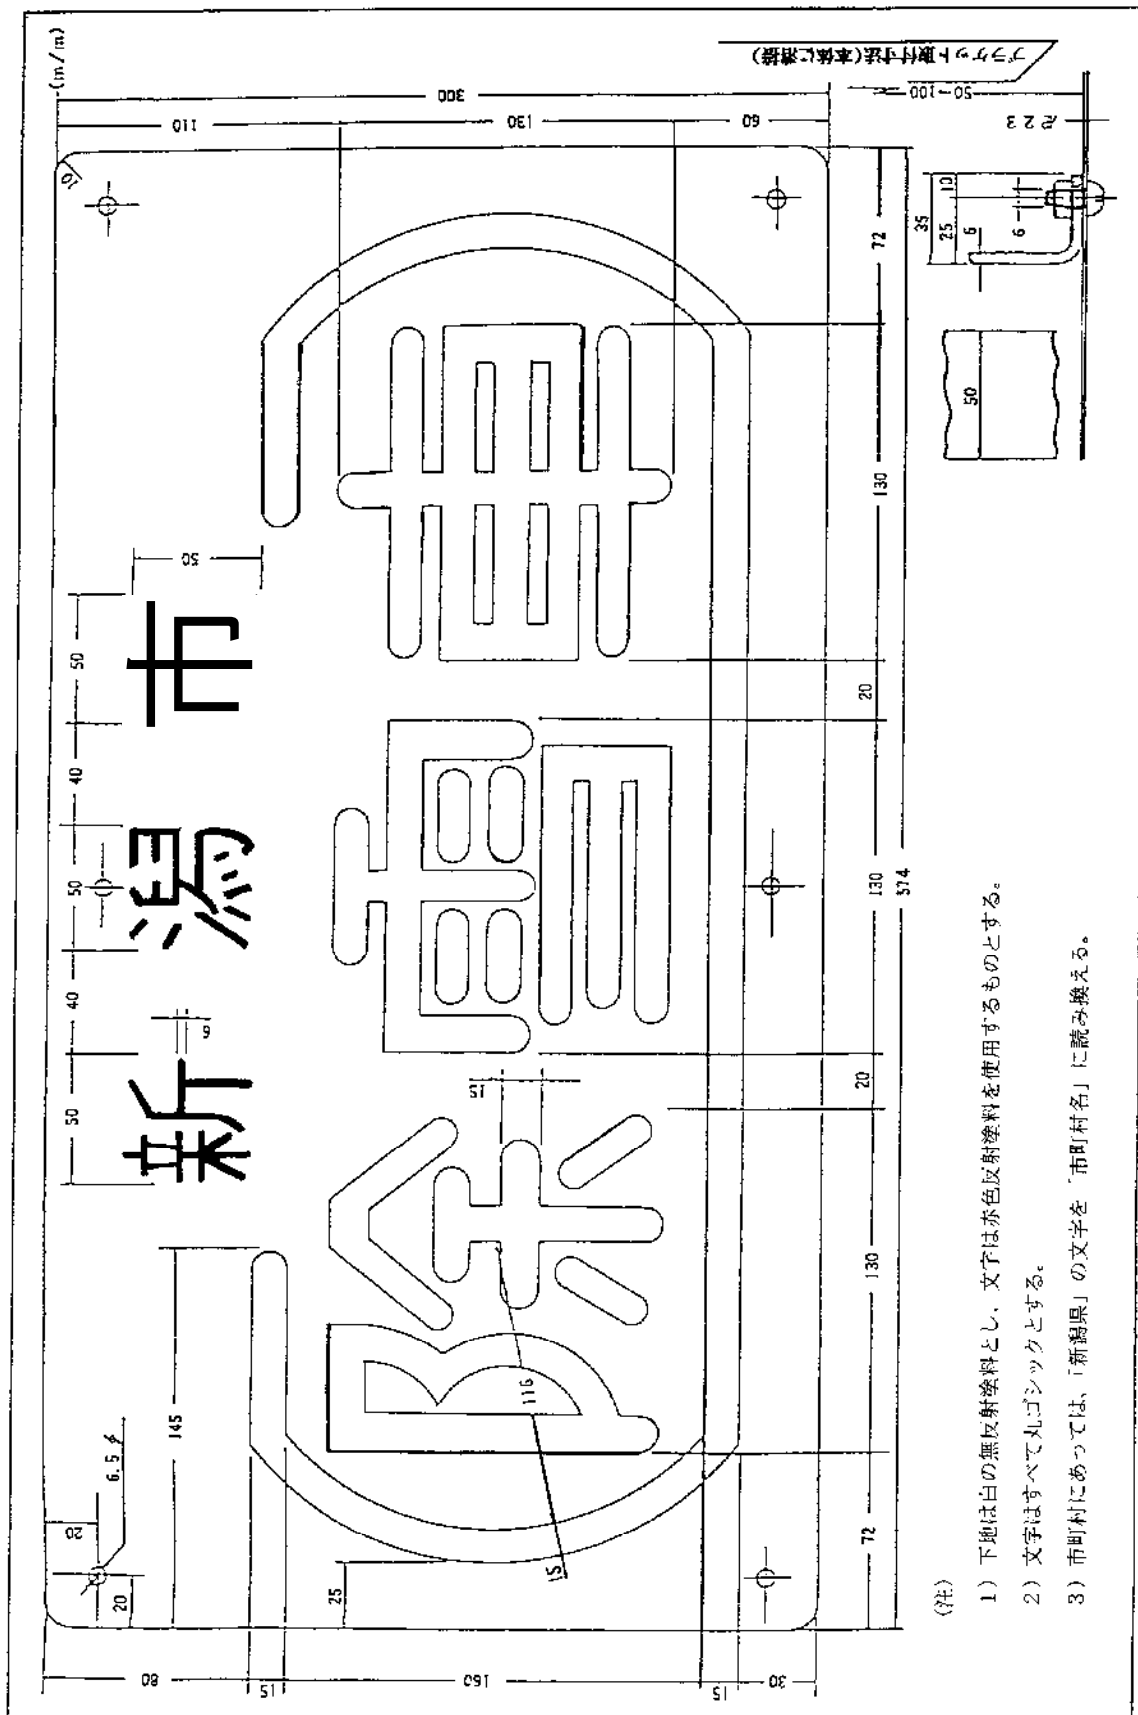

図5 - 除雪車後部標識板製作及び取付寸法図
3. 車体の後部に取り付ける標識板は「図5-除雪車後部標識板製作及び取付寸法図」をもって、取り付けるものとする。但し、後部に標識装置が付く場合は、上記標識板は取り付けないものとする。
- ①担当者一覧表（社内体制）
- ②納入工程表
- ③製作仕様書
- ④アフターサービスメンテナンス体制
- ⑤打ち合わせ記録
- ⑥塗装要領書